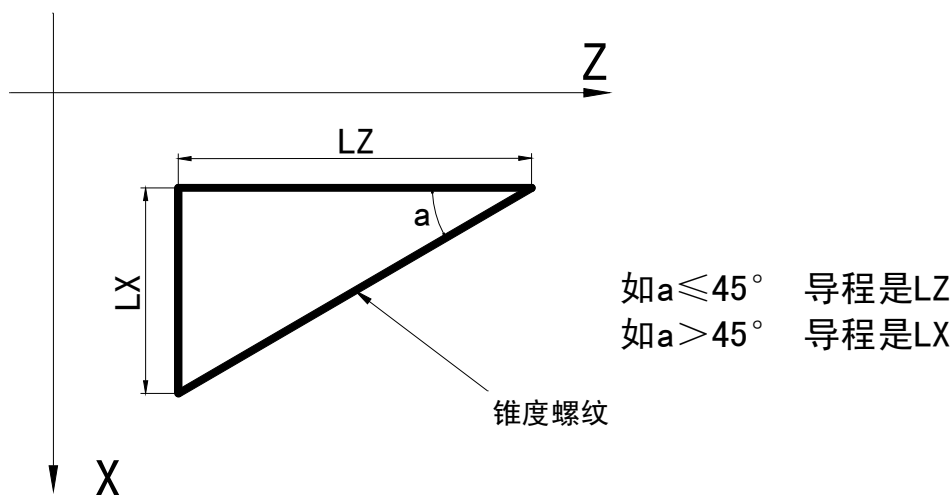

图3.16 长轴及短轴的判断
功能：刀具的运动轨迹是从起点到终点的一条直线，如图3-16；从起点到终点位移量(X轴按半径值)较大的坐标轴称为长轴，另一个坐标轴称为短轴，短轴与长轴作直线插补，刀具切削工件时，在工件表面形成一条等螺距的螺旋切槽。G32指令可加工等螺距的直螺纹、锥螺纹、端面螺纹和连续的多段螺纹加工。
- 长轴及短轴的判断如图3.16所示。